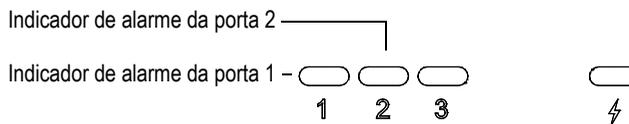

Figura 2-12 Luzes indicadoras de alarme das portas 1 e 2
- Um dos dois indicadores de alarme (LED) fica aceso na parte frontal do painel do EPOCH 600 (veja Figura 2-12 na página 49).